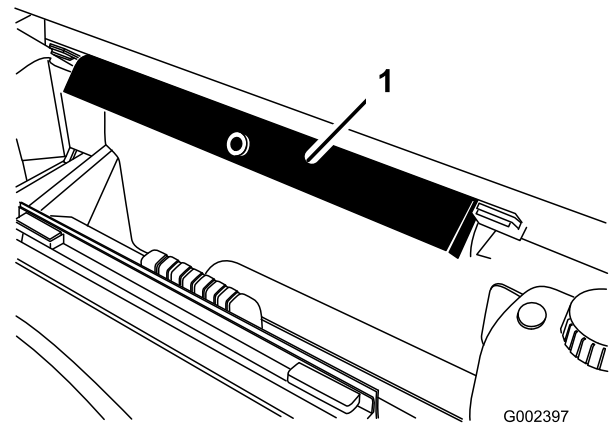

Figure 32
2. Sortez la béquille de sécurité des supports de rangement au dos de l'arceau de sécurité (ROPS) (Figure 32).